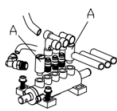

Fig 23
2. Allentare i silenziatori della valvola (A) corrispondenti al pedale di apertura/chiusura della ganascia e al pedale del separatore-talloni (Fig. 23)
3. Pulire i silenziatori con aria compressa; sostituirli in base all'elenco dei pezzi di ricambio se danneggiati. (Fig. 23)